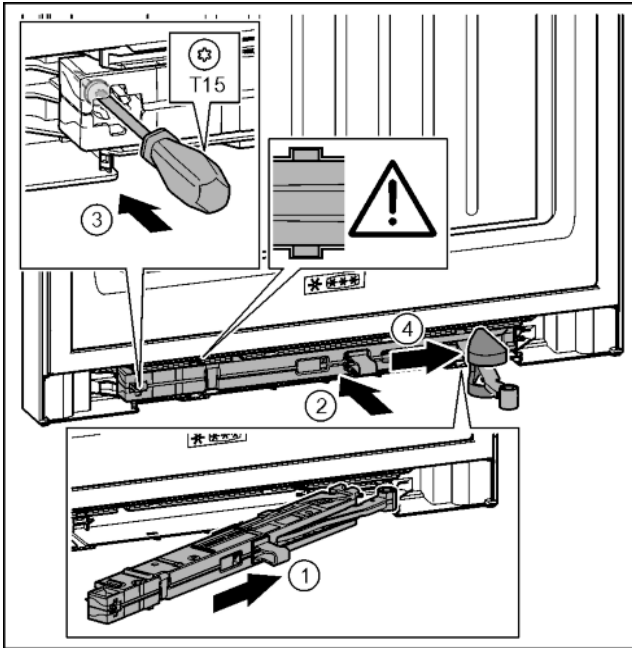

Fig. 45
- ▶ A csapágybak oldaláról ferdén, ütközésig tolja be a záráscsillapító egységet a mélyedésbe. Fig. 45 (1)
- ▶ Teljesen tolja a mélyedésbe a záráscsillapító egységet. Fig. 45 (2)
- ▶ Húzza meg a csavart egy T15 csavarhúzóval. Fig. 45 (3)
- ▶ Tolja a csukló fölé a fedelet. Fig. 45 (4)